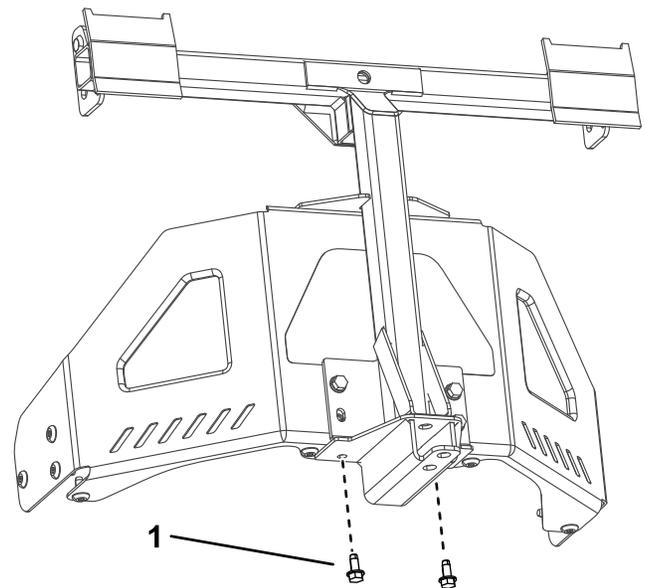

Figura 9
3. Prenda a estrutura da articulação à parte inferior da máquina utilizando dois parafusos autorroscentes (5/16 pol. x 3/4 pol.) como se mostra na Figura 9.